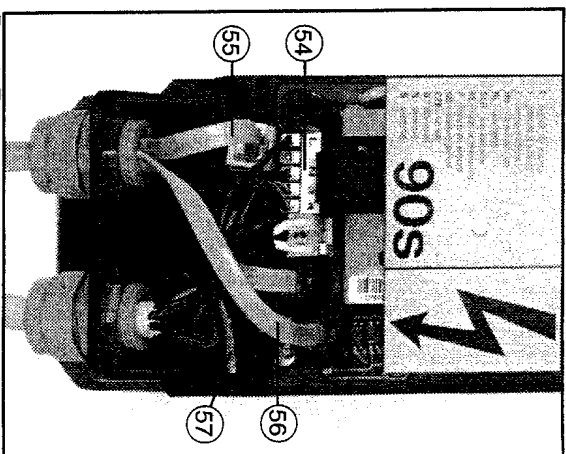

Рис. 9: Подсоединения к редукторному двигателю с преобразователем частоты
- Вставьте маркированный системный провод в гнездо управляющего сигнала (53) и не маркированный системный провод в гнездо датчика числа оборотов (52).
- Соедините сетевой провод с контактными штырями рейки (54) на приводе (рис. 9). Подсоедините РЕ-провод к выводу для защитного провода (57).
- Вставьте маркированный системный провод к гнезду для управляющего сигнала (56) и не маркированный сигнальный провод - к гнезду датчика числа оборотов (55).